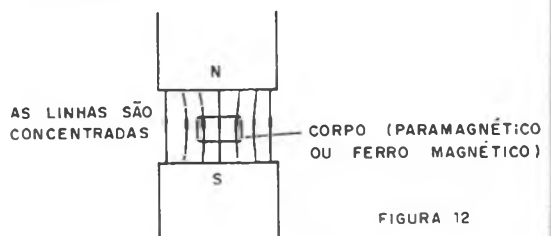

FIGURA 12
b) O material concentra as linhas de força de um campo magnético, conforme mostra a figura 12.